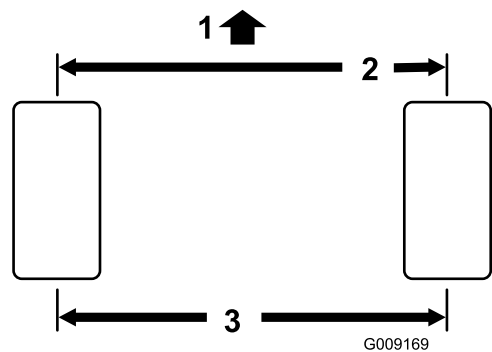

Рисунок 114
2. Измерьте межцентровое расстояние (на высоте моста) на передней и задней сторонах рулевых колес (Рисунок 114).